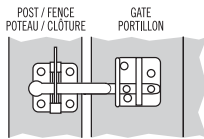

FIG. 2
- If using the gravity plate, see Fig. 2. Note the two (2) smaller screws included are for installing the gravity plate.
- Si la plaque de barre est utilisée, voir la Fig. 2. Veuillez noter que les deux (2) plus petites vis incluses sont destinées à l'installation de la plaque de barre.